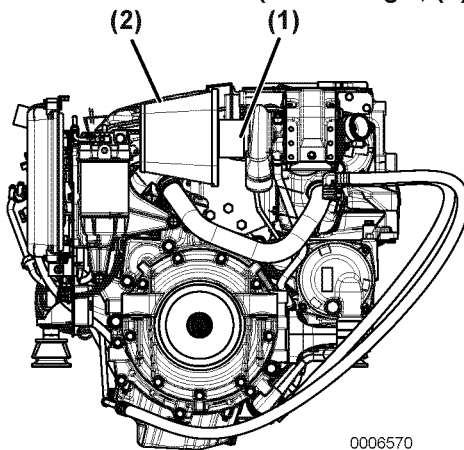

Abbildung 9
3. Klemme entfernen (**Abbildung 9, (1)**).
4. Luftfilter entfernen (**Abbildung 9, (2)**).